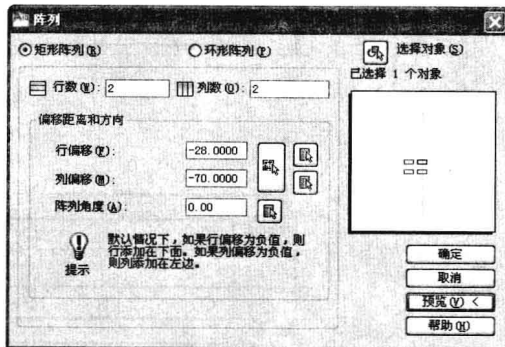

图 11-1-13
(14) 在“修改”面板中, 单击“阵列”按钮, 打开“阵列”对话框, 选择“矩形阵列”单选按钮, 单击“选择对象”按钮, 单击移动后的圆, 按Enter键; “行数”和“列数”均设为2; “行偏移”设为-28, “列偏移”设为-70, 对话框中预览窗口显示出排列的效果, 如图11-1-13所示。